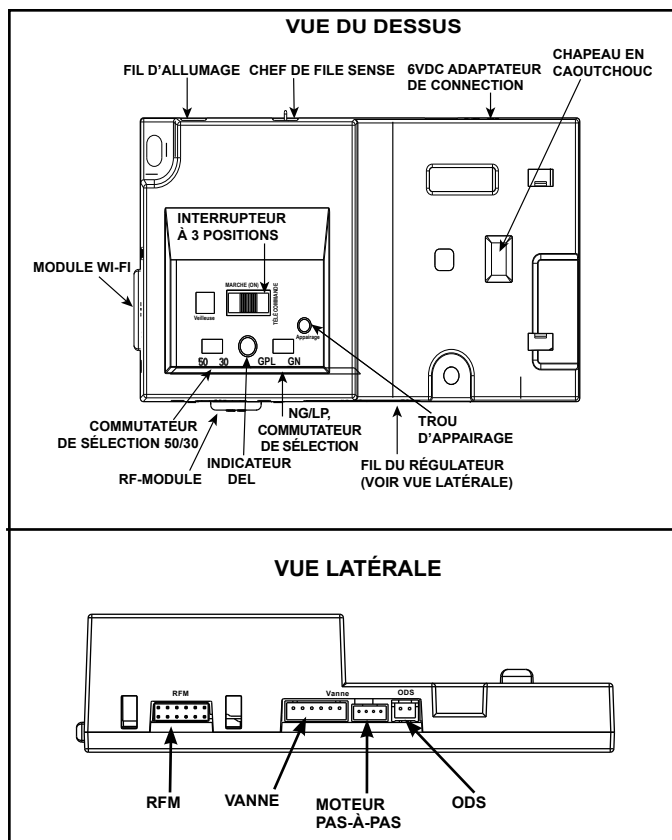

Figure 3.3 IFT-ECM 2.0
1. Le module de commande électronique (IFT2-ECM) est doté d'un sélecteur à trois positions « ON/OFF/REMOTE » (MARCHE/ARRÊT/DISTANT) qui doit être réglé pour un fonctionnement correct. Voir la figure 3.3. Lorsque vous changez la position, il est important de faire une pause de 1 à 2 secondes dans chaque position.